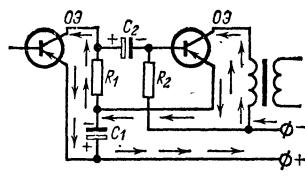

Рис. 97. Другой тандем, состоящий из двух транзисторов, включенных по схеме с ОЭ и питаемых последовательно.
**Л.** — Разумеется. Такой тандем (рис. 97) даст большее усиление, чем рассмотренный только что. Проследи обозначенный стрелками путь. Ты и здесь обнаружишь, что один и тот же ток поочередно проходит по обоим транзисторам. Для постоянной составляющей они соединены последовательно, а для усиливаемых сигналов имеется самый классический вид связи — с помощью резисторов и конденсатора.